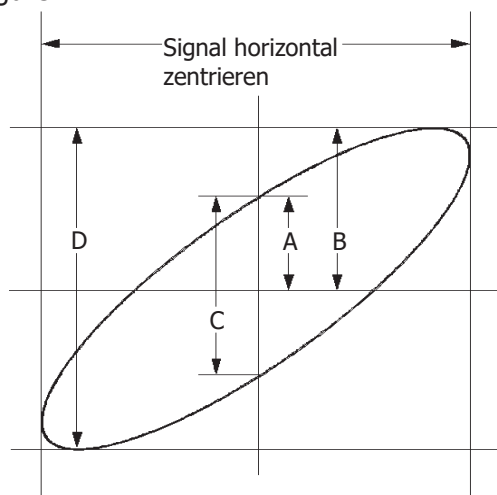

Bild 4-1 Schematische Darstellung Messung Phasenwinkelabweichung
2. Taste **AUTO** drücken, Vertikalpositionen beider Kanäle zentrieren (0). Danach Modus „XY“ aktivieren. Knopf **Horizontal**  **SCALE** drehen, korrekte Abtastrate einstellen, um eine optimale Lissajous-Figur zu besseren Messung und Bildschirmdarstellung zu erhalten.
4. Wie die obige Darstellung zeigt, sind die Abstände der Kreuzungspunkte der Achsen gleich groß (siehe Bild 4-1), $A/B(C/D)=1$. Somit entspricht die Phasenabweichung dem Winkel $\theta = \pm \arcsin 1 = 90^\circ$.